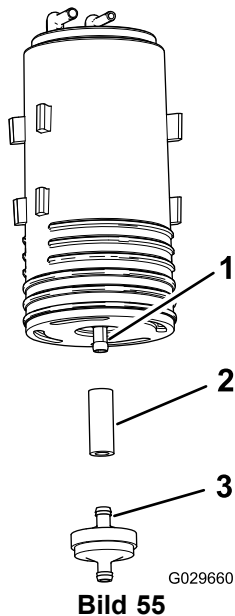

Bild 55
4. Entfernen Sie den Aktivkohlefilter und den kurzen Abschnitt des Schlauchs vom unteren Anschlussstück des alten Aktivkohlefilters (Bild 55).
5. Befestigen Sie den Schlauch am unteren Anschlussstück des neuen Aktivkohlefilters (Bild 55).
6. Setzen Sie das Anschlussstück des neuen Aktivkohlefilters in den Schlauch ein (Bild 55).